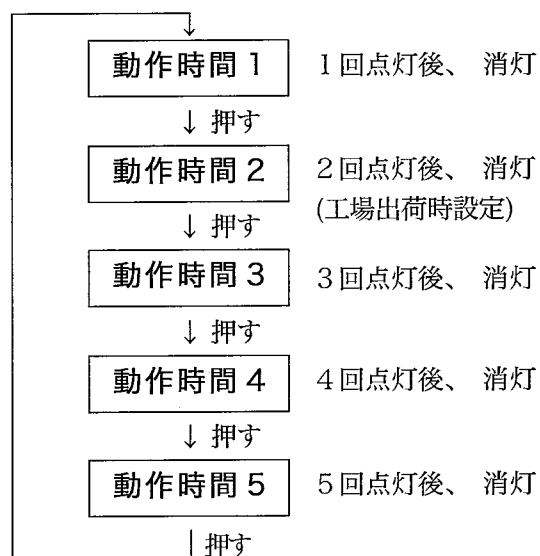

図 17
膝スイッチ①を押す毎に、図 17 のように動作時間が変わります。